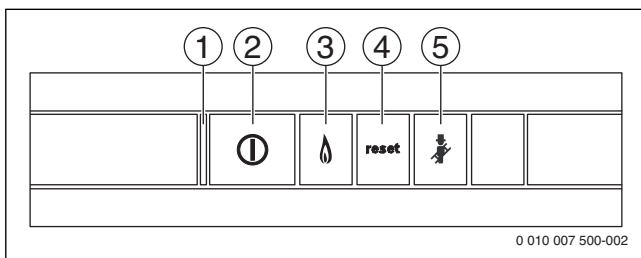

Bild 202 Bedientasten
- ▶ Gerät am Ein/Aus-Schalter (→ Bild 202) einschalten.